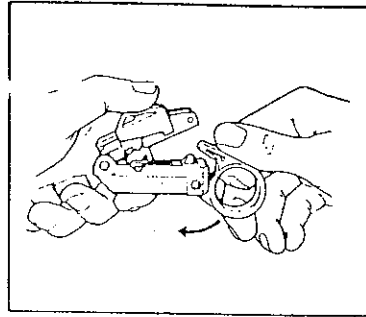

Figure 17
A. Ouvrir l'outil en basculant le loquet de blocage (fig. 17).